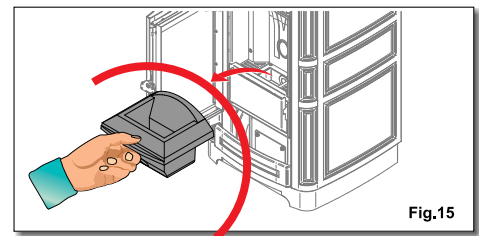

Fig.15
**PULIZIA DEL BRACIERE (fig.15)** : Eliminare le incrostazioni che causano l'ostruzione dei fori;